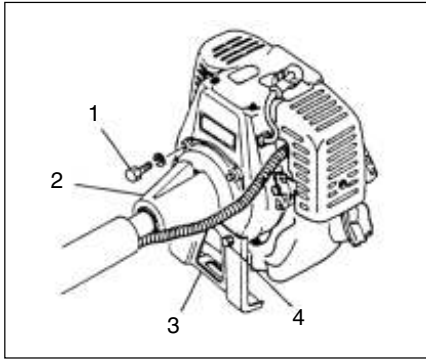

Fig. 1-1
- (En) Drive shaft to engine (Fig. 1-1)**
- (Fr) Arbre de transmission du moteur (Fig. 1-1)**
- (It) Montaggio dell'albero motore al motore (Fig. 1-1)**